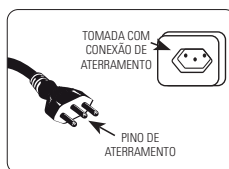

FIGURA 6.1 - CONEXÃO DO PLUGUE COM A TOMADA (MONOFÁSICO)
2.3 Instruções para aterramento: Utilize uma tomada de 3 pinos (2P+T) e não corte o pino terra. Figura 6.1.